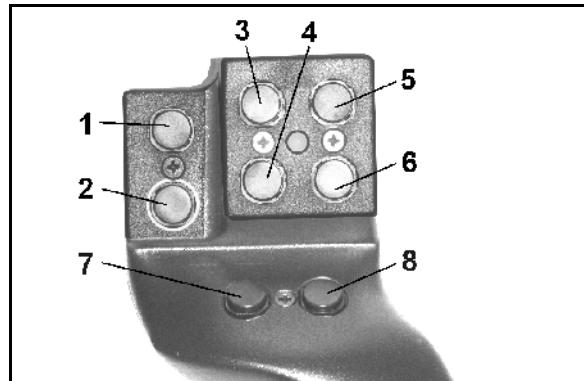
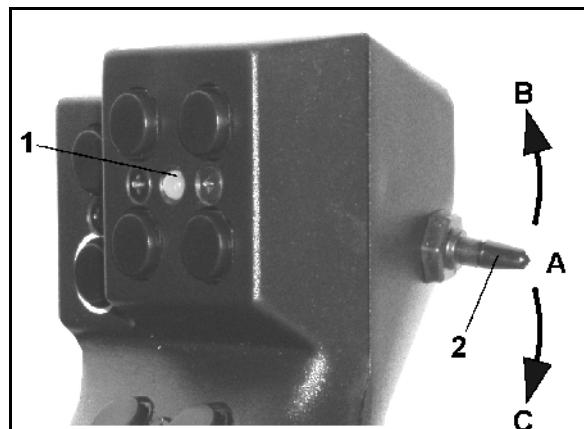

Fig. 55
Fig. 56
Ved betjening av **AMATRON⁺** har multifunksjonsspaken (Fig. 55) 8 taster (1 - 8) til disposisjon. I tillegg kan man ved hjelp av bryteren (Fig. 56/2) endre konfigurasjon av tastene i tre ulike modi.
- midtstilling (Fig. 55/A) og kan stilles
- oppover (Fig. 55/B) eller
- nedover (Fig. 55/C).
Bryterstillingen vises i form av en LED-lampe (Fig. 55/1).